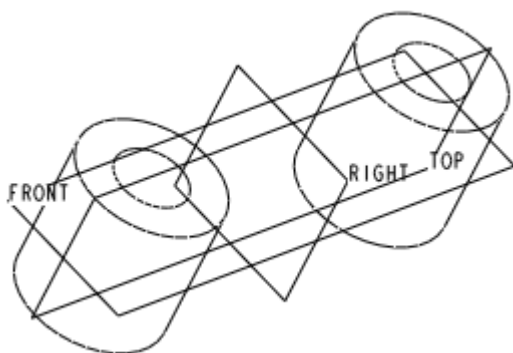

图 54-5
- (4) 单击  按钮，完成拉伸截面的绘制，返回特征操控板。
- (5) 调整特征生成方向，单击  按钮，完成拉伸特征建立，如图 54-5 所示。